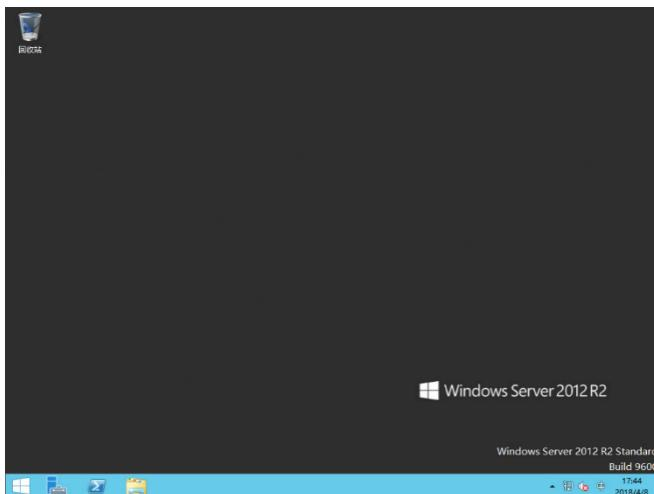

图 6-38
- t. 单击蓝色登录按钮，进入操作系统桌面。如图 6-38 所示。